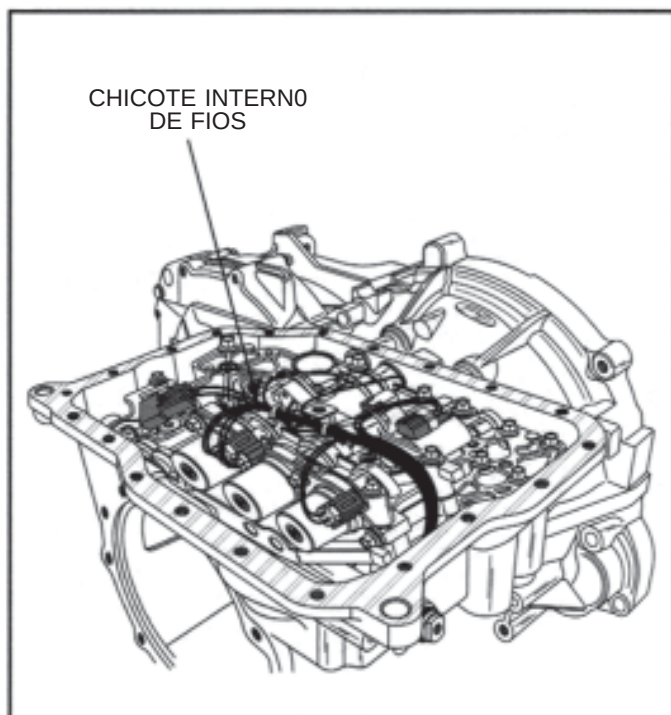

Figura 38
33. Remova os conectores de cada solenóide, conforme ilustrado na Figura 38, e separe o chicote dos solenóides.